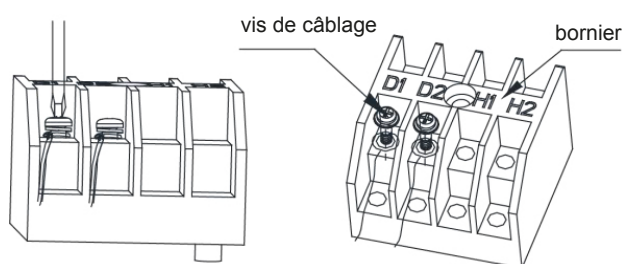

Fig 5.3.1
- 3) Connecter le câble de communication aux bornes D1 et D2 de la carte de câblage 4 bit intérieure, comme indiqué sur la Fig 5.3.1.